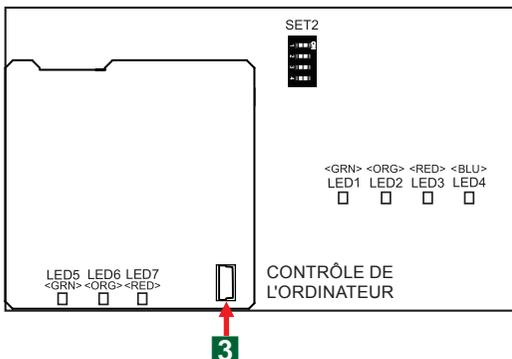

Fig 2. Disposition de la carte de circuit imprimé (PCB)
- 3 Raccorder le mini-USB (Type B) au connecteur du mini USB sur la carte de circuit imprimé dans le boîtier. (Fig.2)